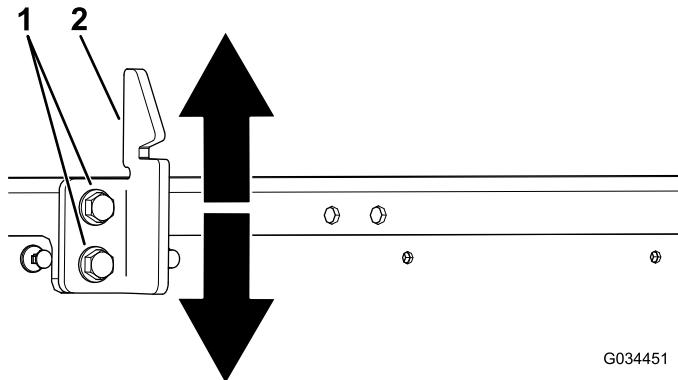

図 54
3. 荷台のラッチストライカのボルト2本をゆるめて、ストライカの上下位置を調整する図 54。
4. ラッチストライカのボルト2本を締め付ける図 54。